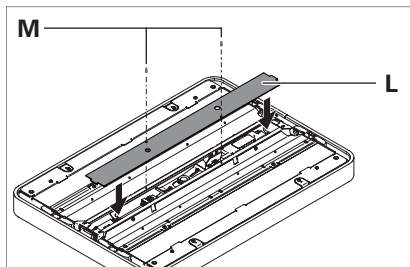

Fig. 12: Abdeckung montieren.
- Setzen Sie die Abdeckung **L** auf den Leuchtenkopf, siehe Fig. 12.